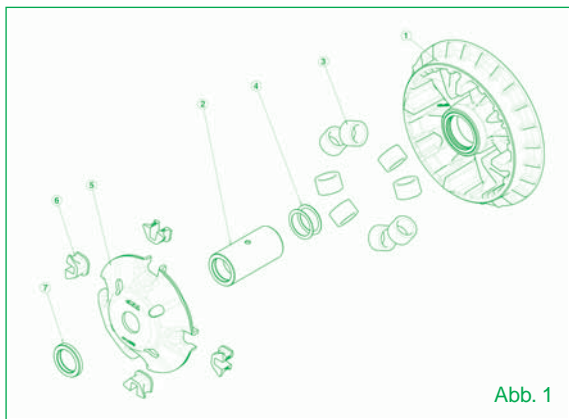

Abb. 1
- 14) Das mitgelieferte Distanzstück einfügen (Teil 7 der Abb. 1), dann das Original-Distanzstück aus Aluminium, die Sicherungsscheibe und die Mutter der Hauptriemenscheibe anordnen.